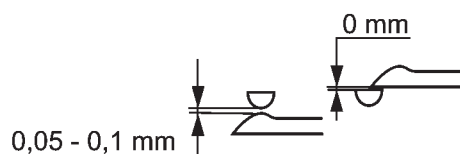

Рис. 37
В тот момент, когда носик петлителя при движении влево входит в выемку над ушком иглы (D) зазор между носиком петлителя и иглой должен составлять 0,05 - 0,1 мм (рис. 37).